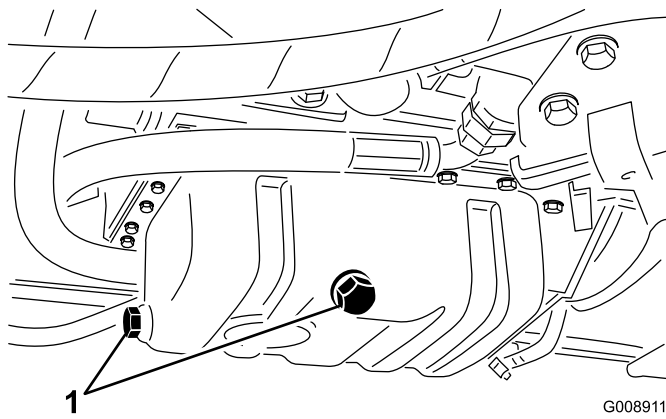

Bild 44
1. Entfernen Sie eine der Ablassschrauben (Bild 44) und lassen Sie das Öl in die Auffangwanne ab. Schrauben Sie die Ablassschraube wieder ein, nachdem das Öl abgelassen ist.